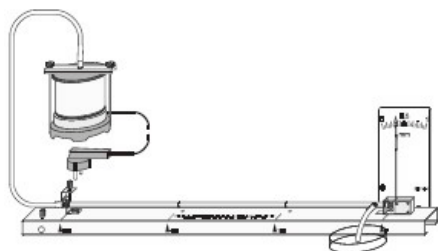

Figura 1 Montagem experimental
1. Dispositivo de medida da expansão térmica, com alcance de 1 mm (Figura 1, modelo D da Leybold Didactic GmbH).